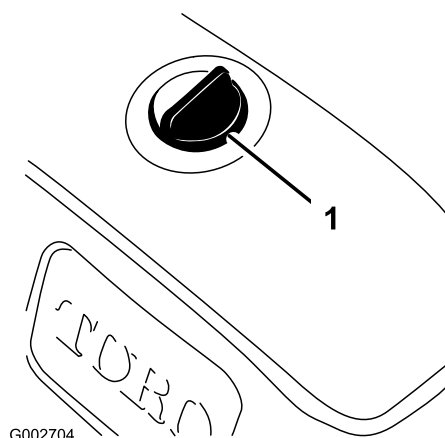

Figura 17
2. Limpe a área em torno da tampa do reservatório de óleo hidráulico para evitar que entrem detritos no depósito (Figura 17).